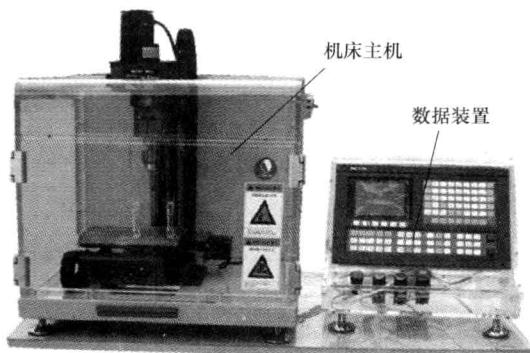

图 1-2 SV-08M 数控铣床
- (1) SV-08M 数控铣床 采用华中世纪星 HNC-18xpM/19xpM 数控装置，如图 1-2 所示。
SV-08M 小型数控铣床由机床主机和数控装置两部分组成，如图 1-2 所示。